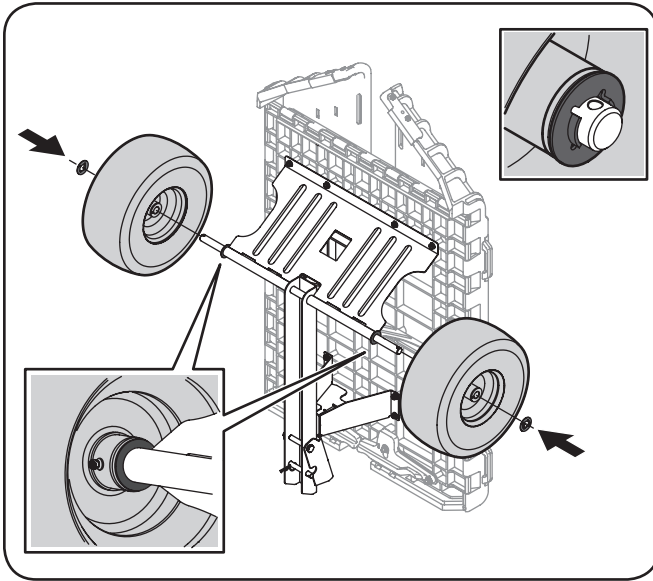

Figura 3-3
- Deslice la arandela plana interior del paquete de elementos de ferretería, el neumático y la arandela con brida exterior del paquete de elementos de ferretería en el eje, tal como se muestra en la Figura 3-3. Asegúrese de que el vástago de la válvula de la llanta del neumático esté mirando hacia afuera.